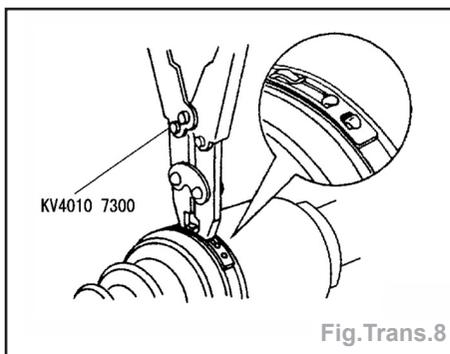

Fig. Trans. 8
- Attacher le soufflet avec de nouveaux colliers (fig. Trans.8).